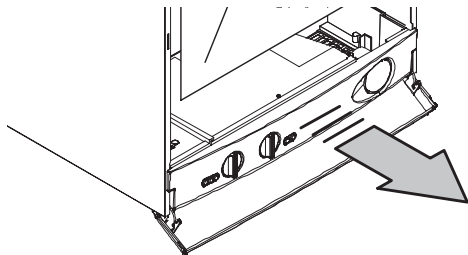

Figura 5.21
- Estrarre frontalmente il pannello comandi per accedere alla morsettiera di alimentazione Figura 5.21.